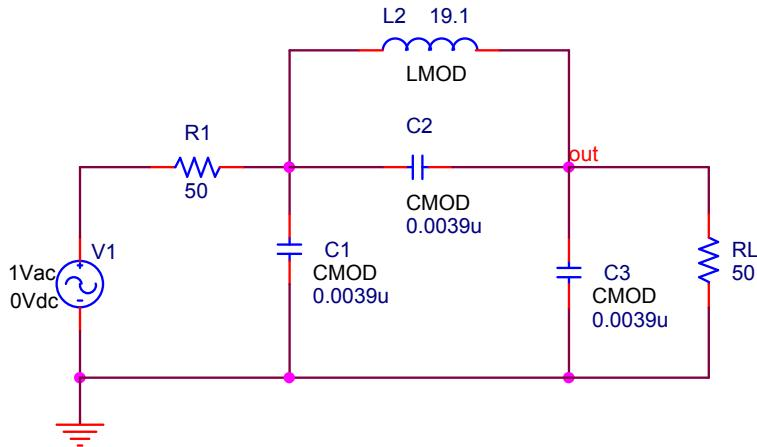

图 7.2 最坏情况分析
***2. 对图 7.2 所示滤波器电路的频率响应进行最坏情况分析, 滤波器中三个电容值为 $0.0039\mu F$, 容差为 $\pm 15\%$, 电感值为 $19.1H$, 容差为 $\pm 20\%$ 。